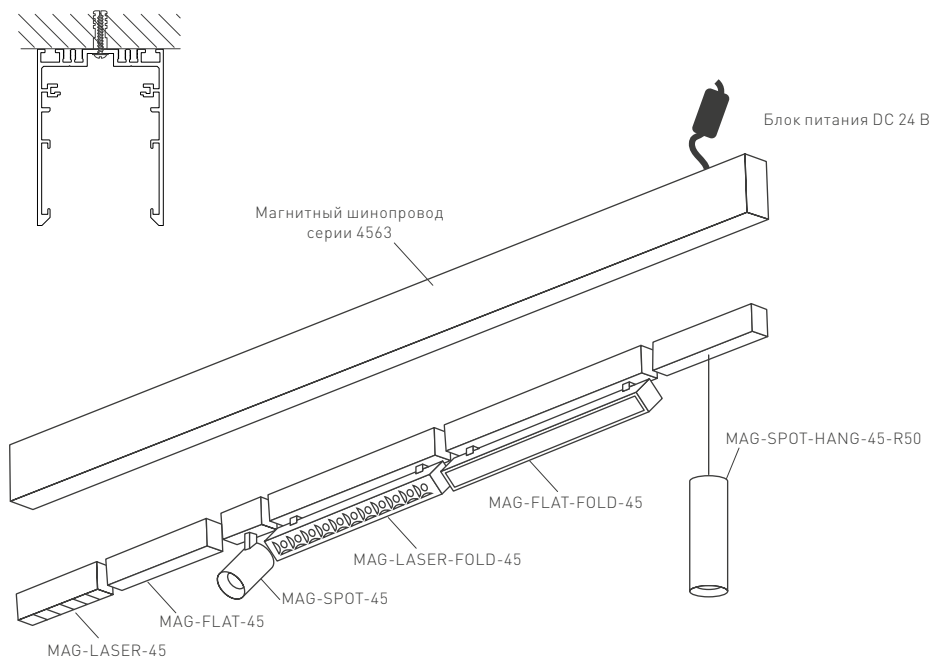

Рис. 2. Установка шинопровода на поверхность
- 3.3. Закрепите шинопровод на поверхности, как показано на рис. 2.